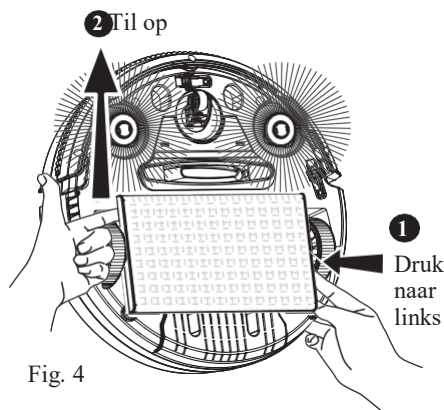

Fig. 4
1. Verwijder de stofdoekhouder volgens de instructies die worden getoond in Fig. 4.
2. Als u de dweilfunctie niet nodig heeft, verwijder dan de stofdoekhouder van de stofzuiger (volg de instructies zoals getoond in Fig. 4) voordat u hem inschakelt.